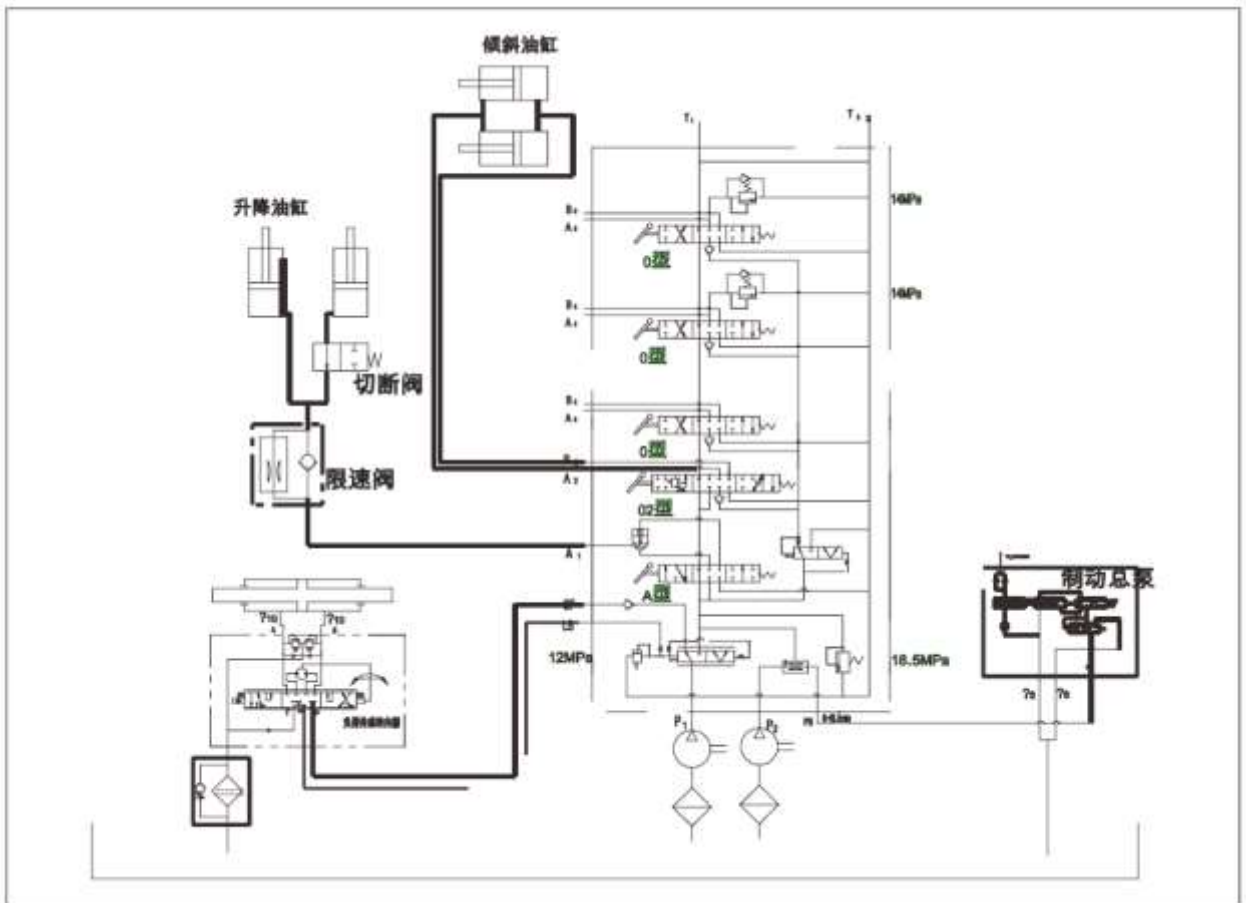

Рис. 3-6-1 (b). Принципиальная схема гидравлической системы (гидравлический погрузчик)
6.2. Распределительный клапан (см. Рис. 3-6-1.